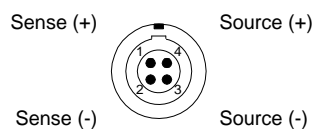

Abb. 101 – Pro II-RTD-8-L Rev. E: Pinbelegung LEMO-Stecker
- Pro II-RTD-8-L Rev. E: Moduleingänge auf geschirmten Lemo-Buchsen. Pinbelegung siehe Abb. 101.